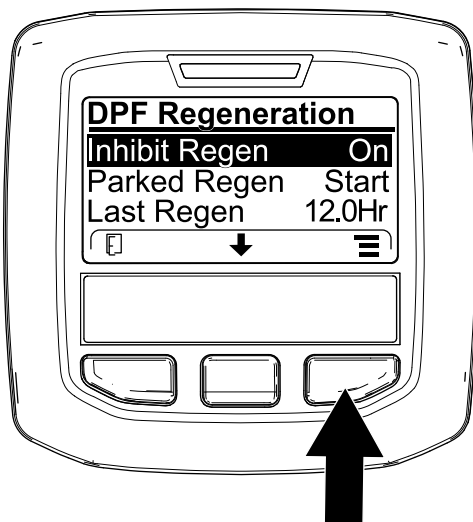
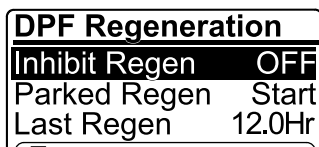

Figura 35
Figura 36
1. Aceda ao menu Regeneração do DPF, prima o botão central para ir até à opção INIBIR REGENERAÇÃO e prima o botão direito para selecionar a entrada Inibir regeneração (Figura 35).
2. Prima o botão direito para alterar a definição da Inibição da regeneração de Ligar para Desligar (Figura 35) ou de Desligar para Ligar (Figura 36).